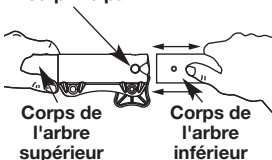

Fig. 15
3. Tenez fermement le corps de l'arbre supérieur et retirez l'accessoire de coupe ou autre du coupleur Rapid-Link™ (Fig. 15).
2. Tenez fermement l'accessoire et enfoncez-le tout droit dans le coupleur Rapid-Link™ (Fig. 15).